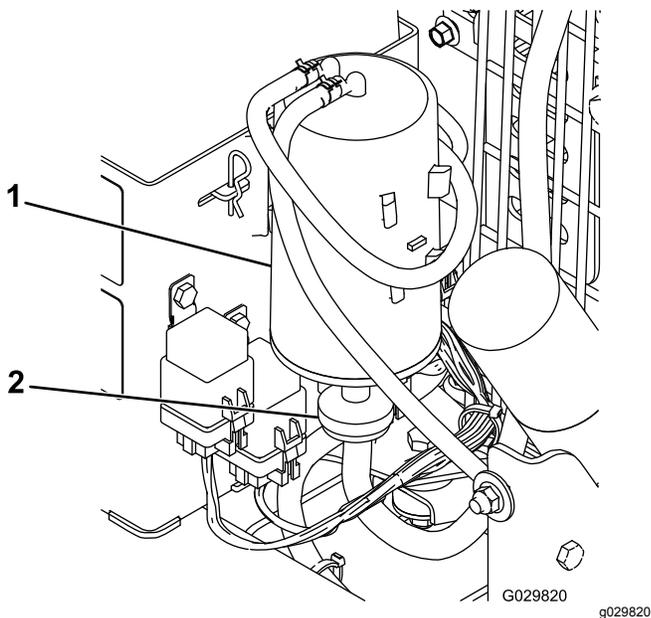

Рисунок 19
2. Снимите и удалите в отходы воздушный фильтр с угольным элементом, но сохраните шланги (Рисунок 19).